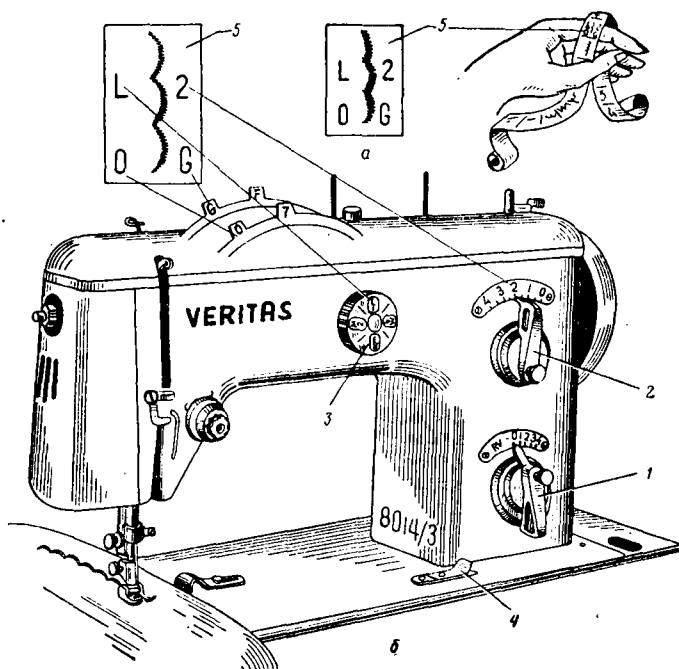

Рис. 79. Работа с копирувальным устройством (автоматикой):
7) в середине левой стороны прямоугольника стоит буква L, значит, рычаг 3 надо поставить знаком $\frac{L}{1}$ вверх, как показано на рис. 79, б;